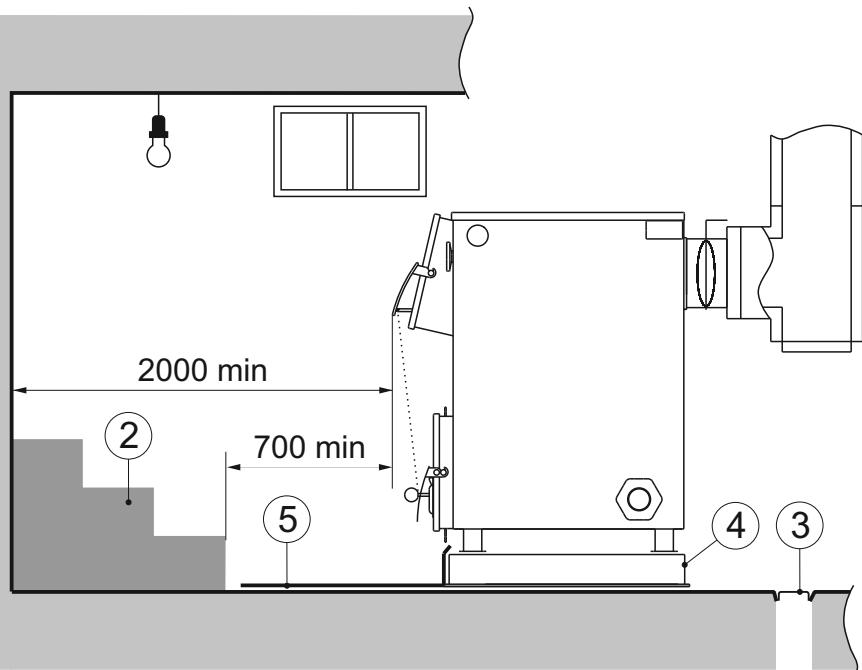

Рис. 4. Схема расположения котла в помещении (размеры в мм)
Расстояние от фронта котла или выступающих частей топки до противоположной стены котельной должно составлять не менее 2 м (см. рис.4). Перед котлом разрешается устанавливать насосы или хранить запасы твердого топлива (1) не более, чем для одной смены работы котла. При этом ширина свободных проходов вдоль фронта котла должна быть не менее 1,5 м, а установленное оборудование и топливо не должны мешать обслуживанию котла.